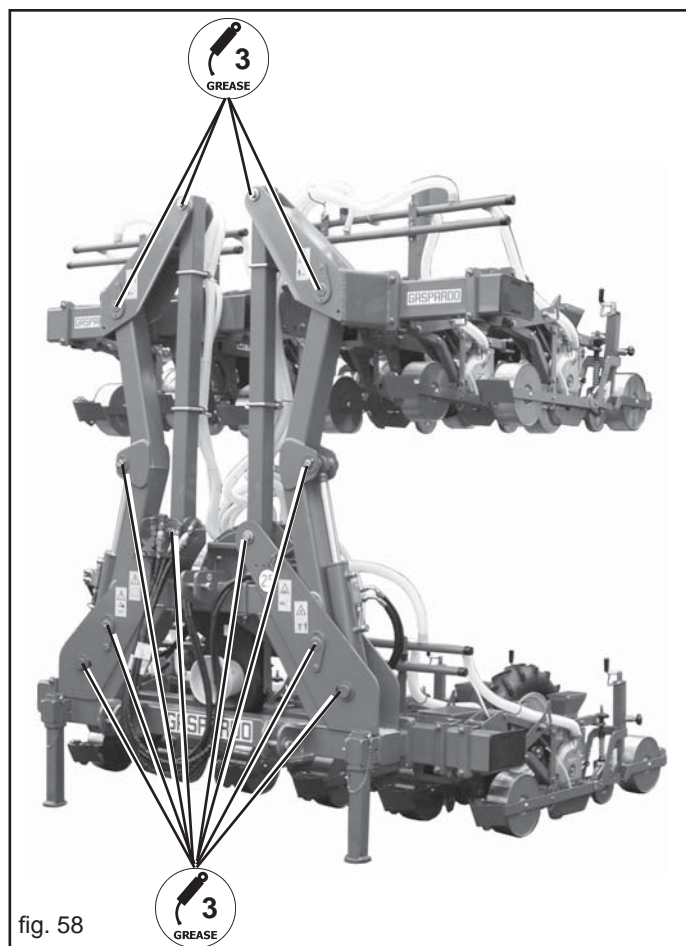

fig. 58
- Alle die Rahmengelenke (3, Abb. 58) schmieren.